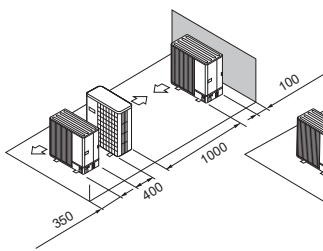

Fig. 2-16
- (5) Plassering av enkel parallellenheter (Fig. 2-16)